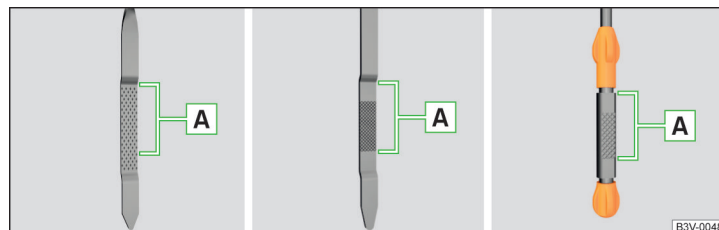

Fig. 148 Variante de joje de ulei
Nivelul de ulei trebuie să se situeze în zona **A** » fig. 148. Dacă nivelul de ulei este sub zona **A**, completați ulei.
- Nivelul uleiului nu trebuie să fie în niciun caz în afara zonei **A** » fig. 148 - există pericol de deteriorare a motorului, precum și a instalației de evacuare a gazelor arse.